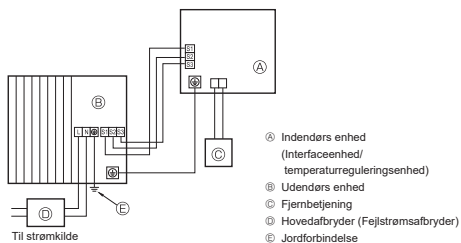
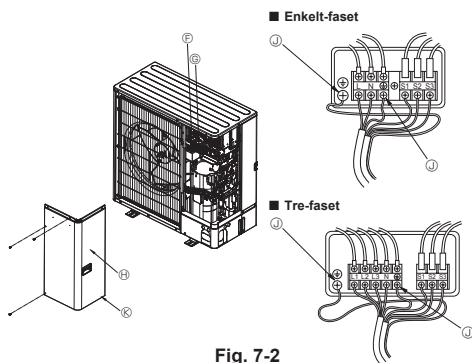

Fig. 7-1
Fig. 7-2
7.1. Udendørs enhed (Fig. 7-1, Fig. 7-2)
- 2 Før kablerne som angivet i Fig. 7-1 og Fig. 7-2.